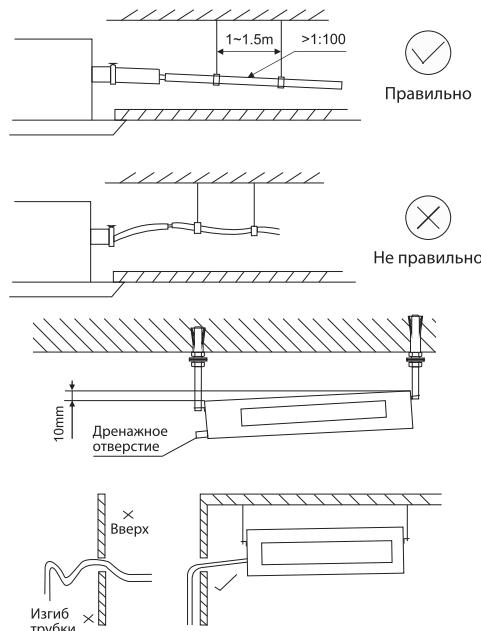

Рисунок 27 - Наклон дренажного трубопровода и внутреннего блока
- Дренажный трубопровод должен иметь уклон вниз не менее 1/100 (см. рис. 27).
- Для обеспечения беспрепятственного стекания воды внутренний блок необходимо установить с небольшим уклоном в сторону дренажного отверстия (см. рис. 27).
- Дренажный трубопровод не должен иметь перегибов, иначе возможно затопление внутреннего блока и утечка воды (см. рис. 27).